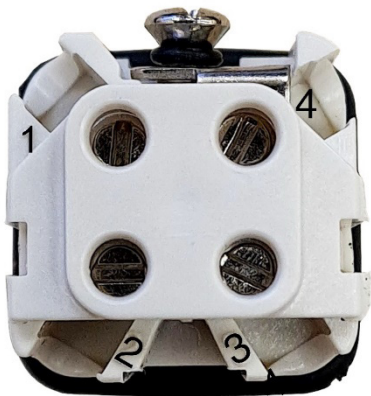
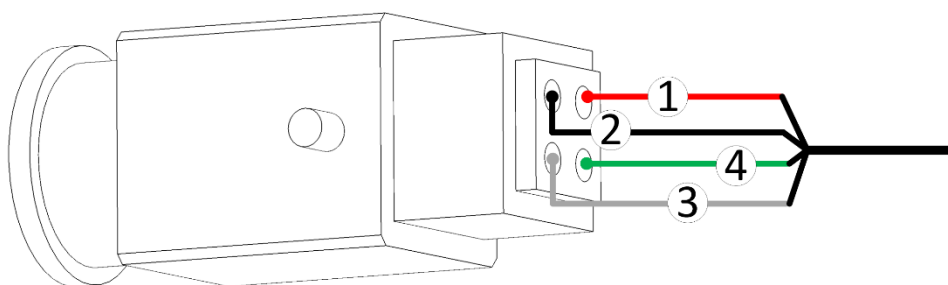

图7: 连接器数字
图8: 连接器布线
5. 在连接器的顶端有数字（图7）。每个线必须连接至正确的位置（表 1）。连接 4 条线至连接器图 8。